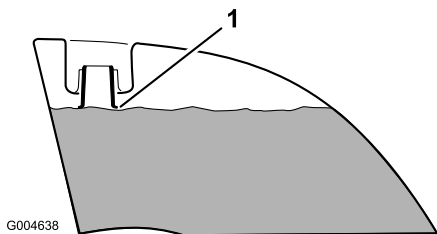

Bild 11
4. Füllen Sie beide Kraftstofftanks auf, bis der Stand an der Unterkante des Einfüllstutzens liegt (Bild 11).